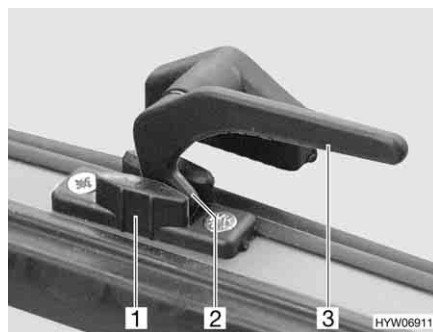

Fig. 48 Leva di serraggio in posizione "Aerazione continua"
- In posizione di "Aerazione continua" (Fig. 48)
- Ruotare la leva di serraggio (Fig. 48,3) di un quarto di giro verso il centro della finestra.
- Girare nuovamente all'indietro la leva di serraggio. Riportare contemporaneamente il nasello di chiusura (Fig. 48,2) nella rientranza della chiusura della finestra (Fig. 48,1).